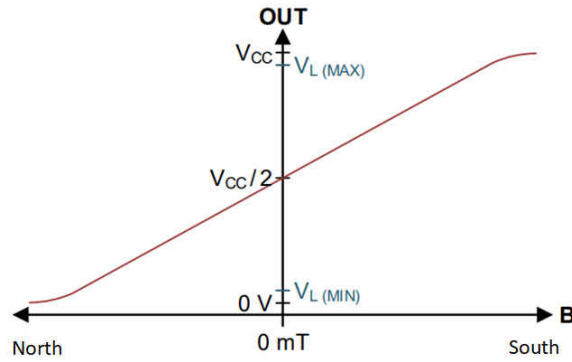

图 2-3. 线性霍尔效应传感器输出
线性霍尔传感器将磁场强度表示为寄存器输出或模拟输出，如图 2-3 所示。如果需要检测磁场的多个轴，德州仪器 (TI) 的 TMAG5170、TMAG5170D-Q1、TMAG5173-Q1 和 TMAG5273 等霍尔效应传感器对磁场的三个轴都很敏感，因此只需一个传感器即可确定磁体的旋转。这些器件采用 CORDIC 算法，可轻松获取磁场角度，而不是根据单独的磁场数据进行计算。线性霍尔传感器的成本高于开关或锁存器，但提供有关旋转的附加数据，甚至可用于确定磁体的绝对角度。